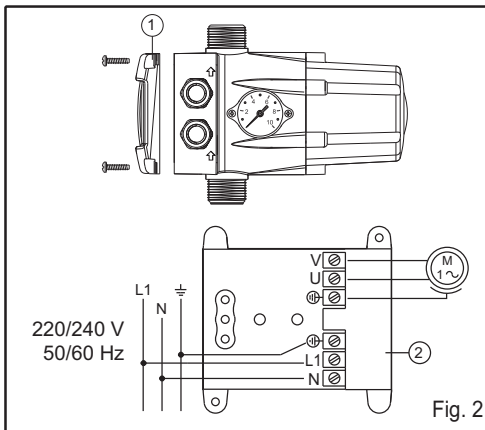

Fig. 2
**COLLEGAMENTO ELETTRICO (fig.2)**
3. La pompa si avvia automaticamente e in un periodo di 20-25 secondi il manometro dovrà raggiungere approssimativamente la pressione massima erogata della pompa. Mentre la pompa è in funzione il Led corrispondente (ON) sarà acceso. Se la pompa non si avvia o non raggiunge la pressione ripristinare il sistema premendo il tasto RESET.
- d) Il collegamento elettrico non è corretto: verificare con le istruzioni della fig.2.
- b) La pompa è bloccata: il Led (FAILURE) acceso: ha funzionato il sistema di sicurezza. Premendo il pulsante manuale di avviamento (RESET) il Led (ON) si illumina ma l'elettropompa non parte: verificare con il servizio tecnico